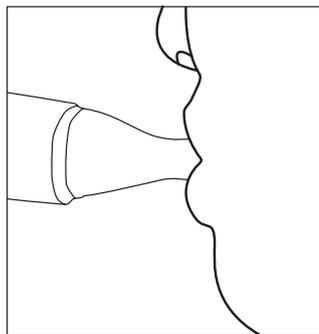

Fig. 10
- Utilizzare l'imboccatura: mettere l'imboccatura in bocca e chiudere leggermente le labbra per facilitare il flusso uniforme del liquido nebulizzato nel punto della lesione (Vedi Fig. 10).